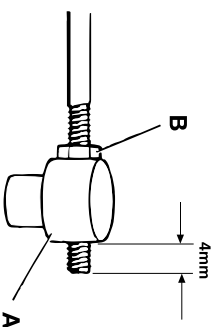

Fig. 8
- Gånga nippeln på kabeländen tills 4 mm av gånngen sticker ut. Säkra nippeln genom att draga åt muttern (B fig. 8).